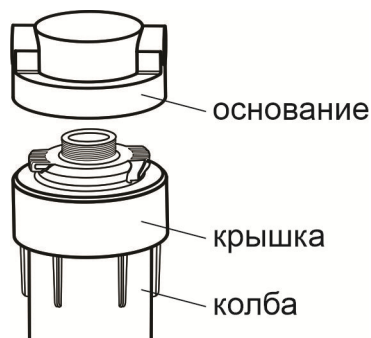

Рисунок 1.1
3.3 Картриджный фильтр каждой ступени состоит из (Рис. 1.1) основания, прикреплённого к раме Системы, и колбы с завинчивающейся крышкой. Колба с крышкой устанавливается в основание поворотом до упора вручную.